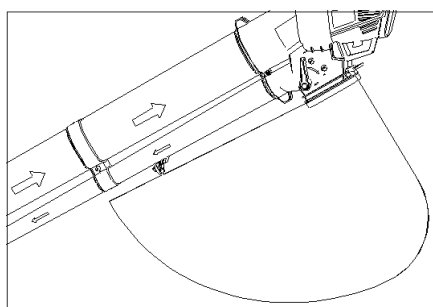
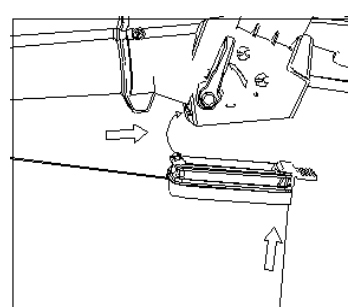

Fig. 7
Fig. 8
3. Einsetzen des Schmutzfangsacks (Abb. 7 und Abb. 8)
Halten Sie den Haken des Auffangbeutels an das Rohr (siehe Abb. 7), und führen Sie dann die Halterung des Auffangbeutels in das Kurvenrohr ein (siehe Abb. 8).
Wählen Sie mit dem Wählhebel an der Seite des Geräts die Blasfunktion (Abb. 7) und schalten Sie das Gerät ein. Lassen Sie das Gerät auf den Rollen stehen und bewegen Sie es nach vorne, indem Sie das Ende des Rohrs auf den zu entfernenden Schmutz richten.
Bevor Sie beginnen, inspizieren Sie den zu reinigenden Bereich. Entfernen Sie alle Trümmer und Gegenstände, die durch den Staubsauger/Bläser weggeschleudert werden, sich verfangen oder verheddern könnten. Wählen Sie mit dem Wählhebel an der Seite des Geräts die Staubsaugerfunktion (Abb. 7) und schalten Sie das Gerät ein. Lassen Sie das Gerät auf den Rollen stehen und bewegen Sie es nach vorne, indem Sie das Ende des Rohrs in Richtung des aufzusaugenden Schmutzes richten. Sie können das Rohrende auch knapp über dem Boden halten und es von einer Seite zur anderen schwingen, während Sie vorwärts gehen und es auf den aufzusaugenden Schmutz richten. Stecken Sie das Ende des Rohrs nicht in Trümmer, da dies das Saugrohr verstopfen und die Effizienz des Geräts beeinträchtigen könnte.